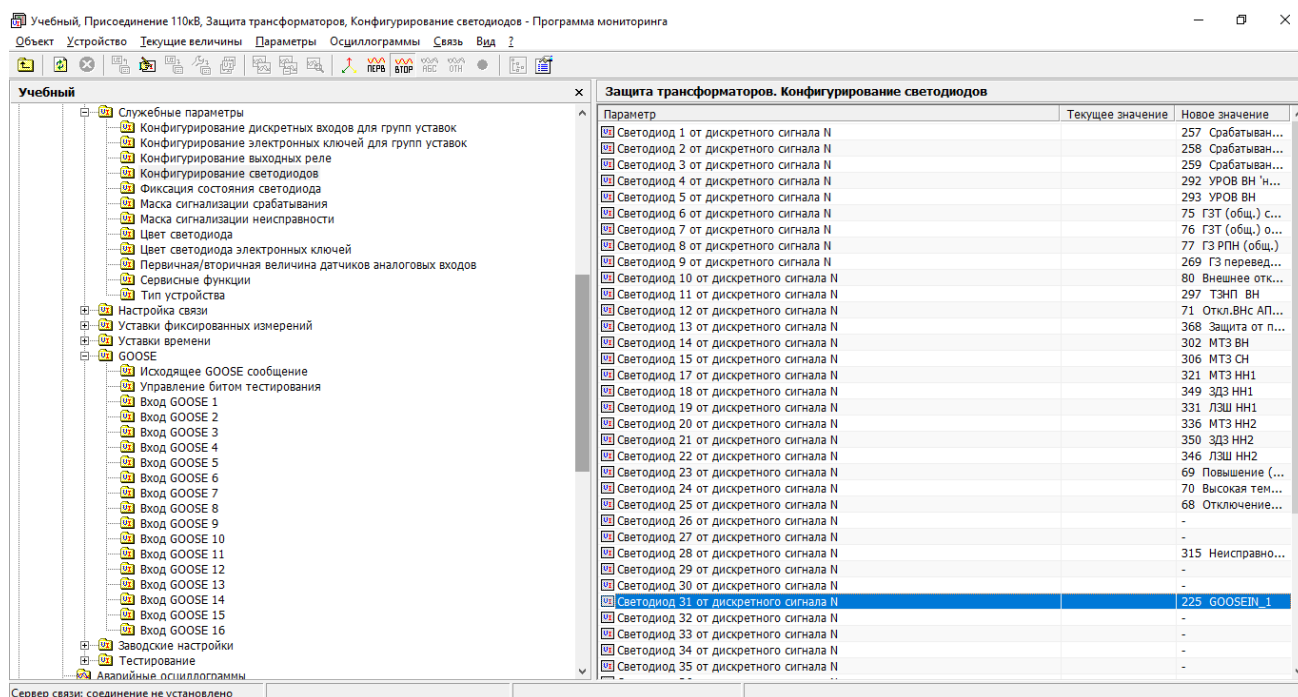

Рис. 90. Главное окно программы мониторинга. Конфигурирование светодиода
22) В программе мониторинга перейти в раздел служебные параметры / конфигурирование светодиодов, назначить на 31 светодиод дискретный сигнал № 225 GOOSEIN_1 (рис. 90).